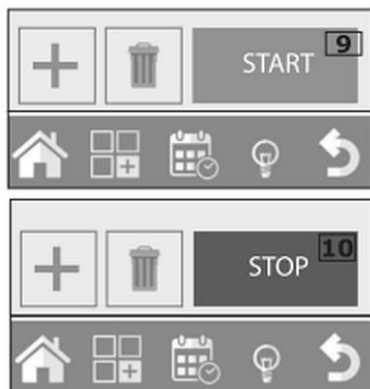

Fig. 18
1. Une fois les paramètres de cuisson réglés, appuyer sur la touche START (9, Fig. 18) pour lancer la cuisson
2. Pour ce faire appuyer sur la touche STOP (10, Fig. 18).